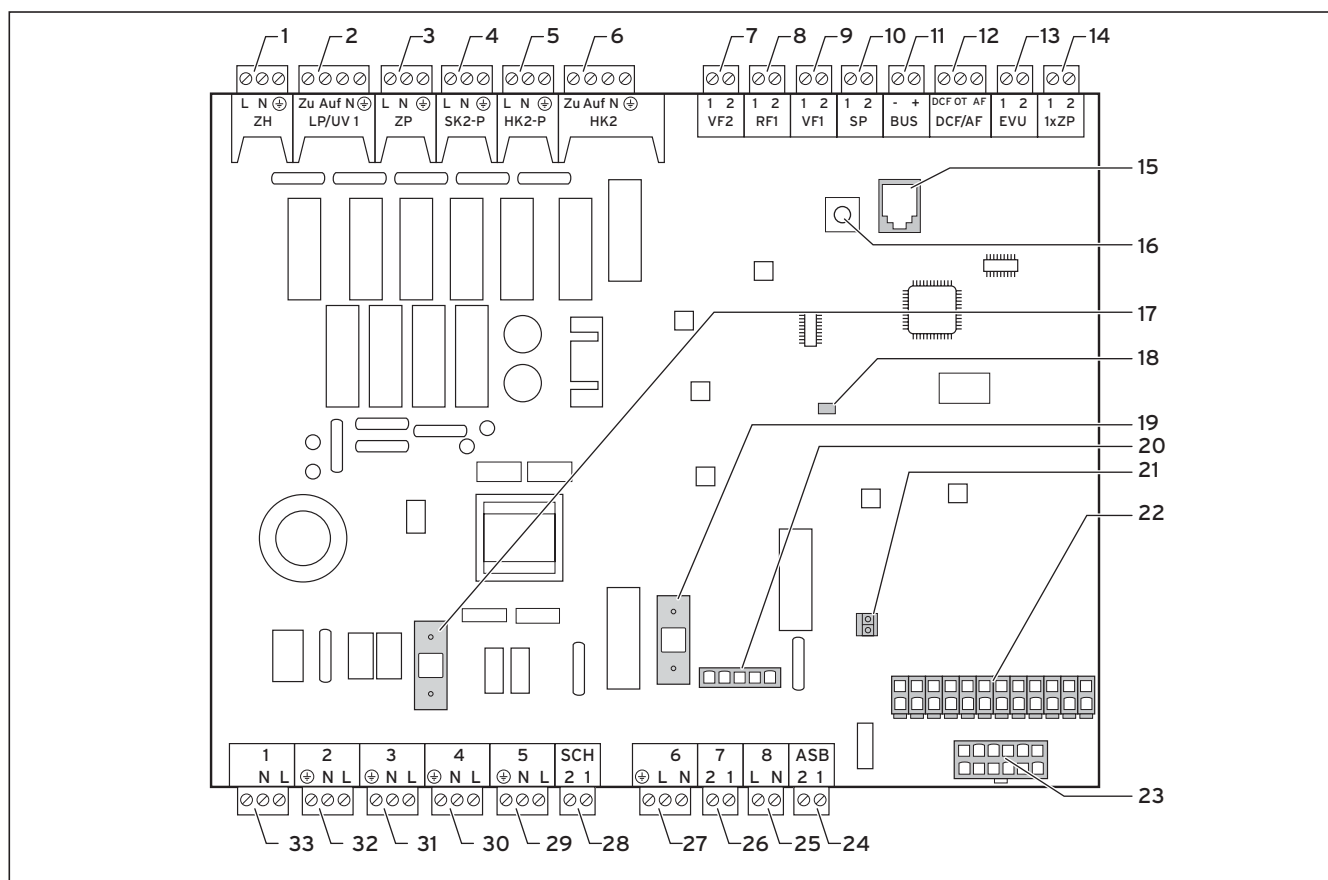

Fig. 6.6 Scheda della centralina di regolazione
- Collegare l'alimentazione elettrica all'alimentazione della rete principale (1).
- Collegare il relè del segnale di controllo al morsetto 13 "EVU" (vedi fig. 6.6) se richiesto dal gestore della rete elettrica. All'arrivo di questo segnale, a contatto chiuso, la pompa di calore viene fermata.
- Collegare l'alimentazione elettrica permanente all'alimentazione della rete a tariffa maggiore (2).
- Collegare l'alimentazione elettrica a tariffa ridotta all'alimentazione della rete a tariffa ridotta (1).
- Collegare il relè del segnale di controllo al morsetto 13 "EVU" (vedi fig. 6.6), se richiesto dal VNB. All'arrivo di questo segnale, a contatto chiuso, la pompa di calore viene fermata.
Legenda della fig. 6.6